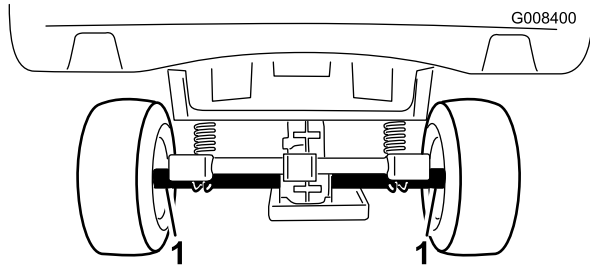
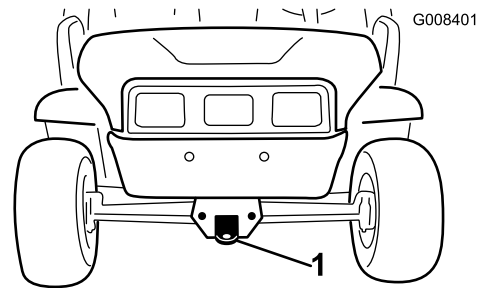

Figura 18
Figura 19
ao atrelado. Consulte Figura 18 e Figura 19 para localizar os pontos de fixação do veículo.
2. Ate um cabo de reboque ao garfo, na parte dianteira do chassi (Figura 19).